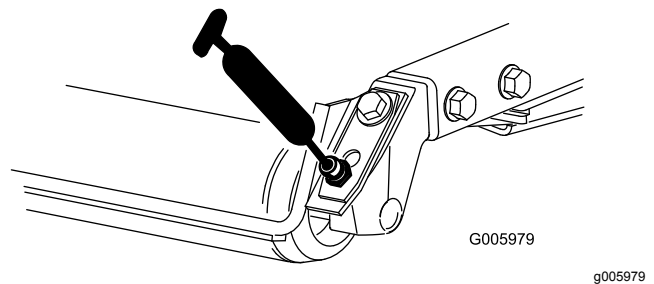

Bild 24
- Hintere Rollenlager (2 pro Mähwerk) (Bild 24)